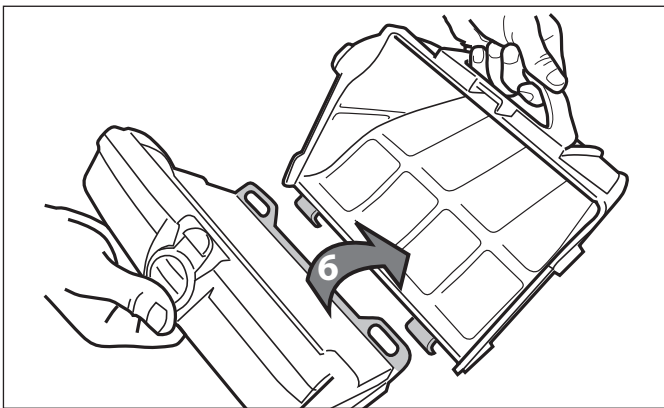

Figure 23. Retirer le sac filtrant
8. Séparer le sac filtrant du support du filtre (6), comme illustré à la Figure 23.